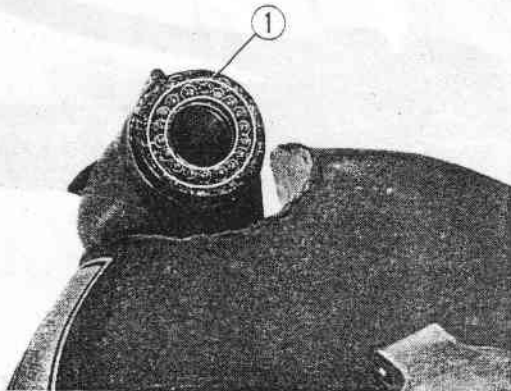

Fig. 11-6 ① Billes d'acier
② Douille supérieure filetée
1. Enduire généreusement de graisse les chemins de roulement et mettre en place les billes=18 à la partie supérieure, 19 à la partie inférieure. (Fig. 11-6)